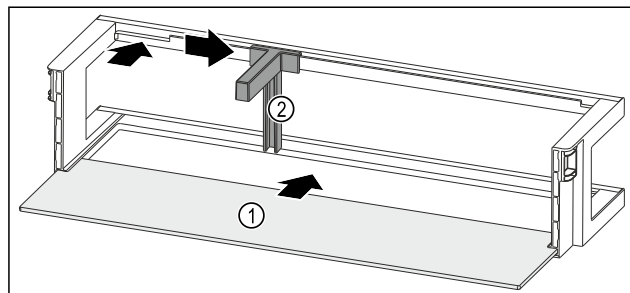

Fig. 206 Balconcino controporta con ripiano
- Inserire il ripiano Fig. 206 (1) negli incavi laterali.
- Inserire il fermabottiglie Fig. 206 (2) nell'incavo.
- Fare scorrere il fermabottiglie Fig. 206 (2) lateralmente alla posizione desiderata.